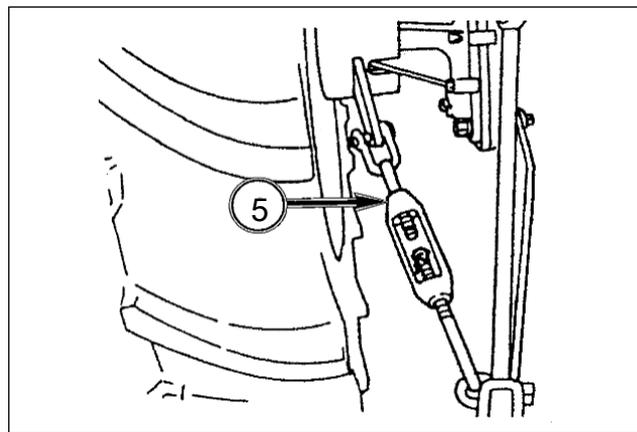

FIG. 124
FIG. 124: Es necesario limitar el movimiento lateral de algunos equipos. El limitador de desviación (5) de cada brazo inferior debe regularse de manera uniforme para reducir el movimiento lateral. Sin embargo, evite eliminar el juego lateral para evitar dañar el brazo inferior.